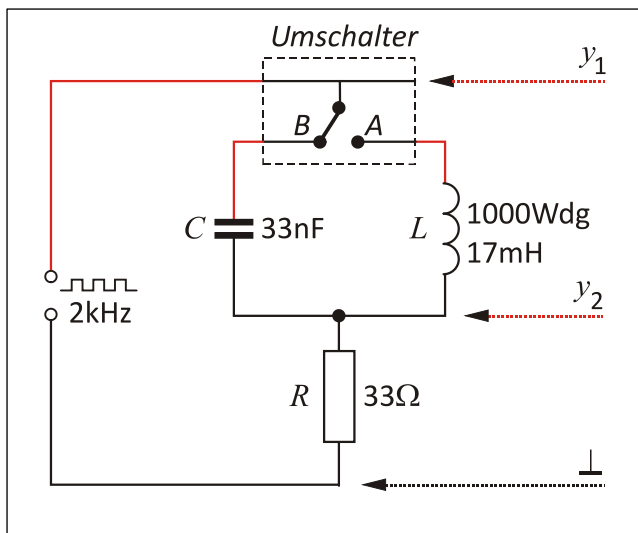

Bild 5: Schaltung zur Darstellung der U, t - und I, t -Kurven bei Spule (**A**) und Kondensator (**B**) mit dem Oszilloskop
- Spannungs- und Stromverlauf werden nach **Bild 5** am Oszilloskop sichtbar gemacht.